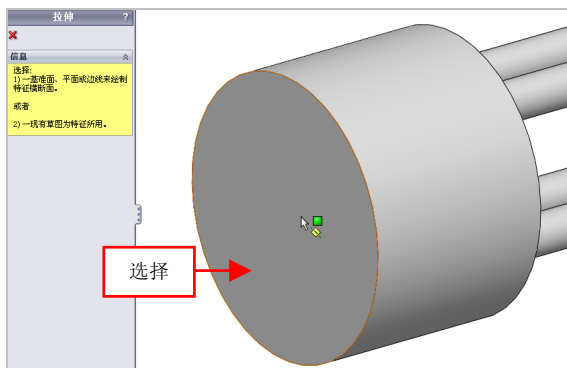

图 16-9 选择草绘基准面
(1) 单击【拉伸凸台/基体】按钮，选择合适的面为草绘基准面，如图 16-9 所示。